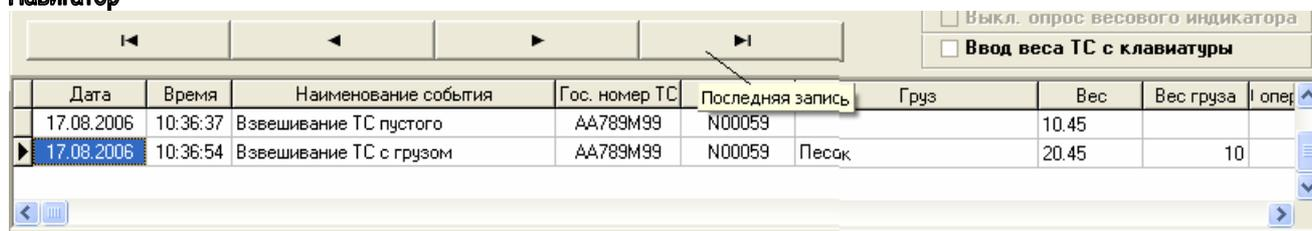
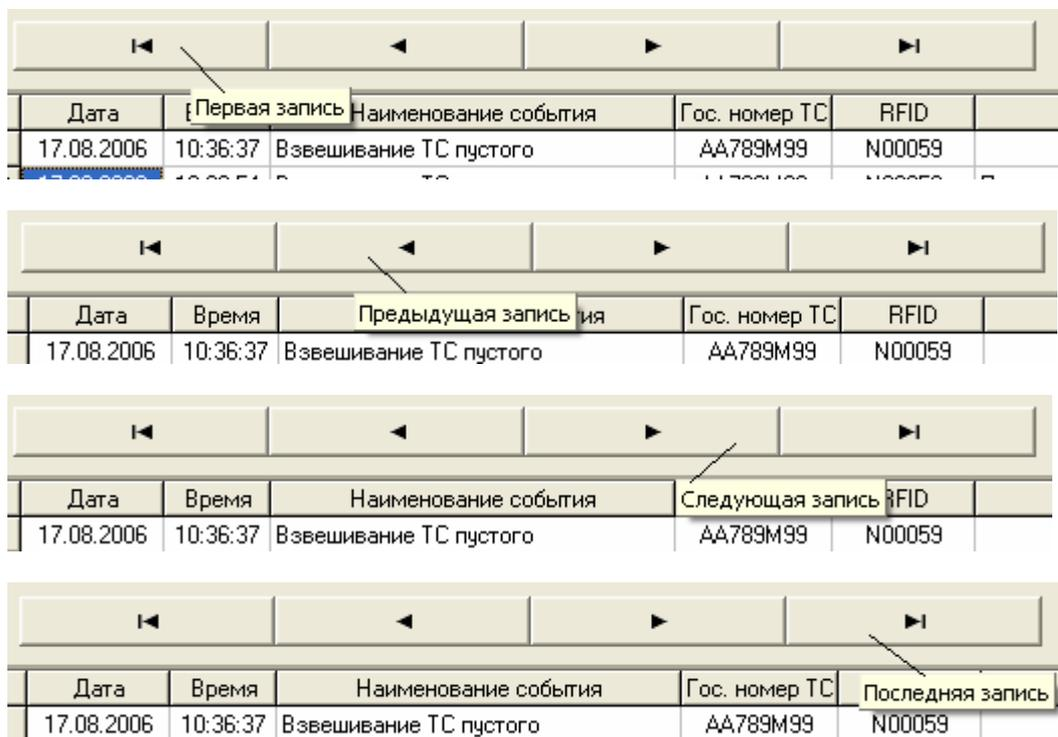

Рис.70
Рис.71
В центре формы находится сам журнал событий (см.Рис.70), представляющий из себя таблицу, над которой расположен «навигатор» таблицы. Навигатор позволяет просматривать «Журнал событий». По журналу можно двигаться с помощью кнопок, снабженных подсказками (см.Рис.71).
- Указатель в таблице (см. Рис. 70) должен стоять на записи, которую Вы желаете экспортировать для дальнейшей обработки в «1С». При этом поле «Вес груза» должно быть заполнено. После удачного экспорта на экране появится сообщение